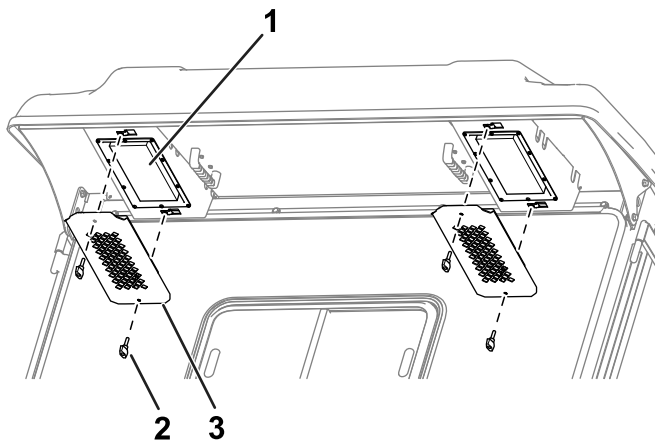

Bild 87
1. Entfernen Sie die Drehknöpfe und Roste vom hinteren Überhang der Kabine (**Bild 87**).
4. Verwenden Sie die Drehknöpfe und Roste, um die Filter in die Kabine einzubauen (Bild 87).